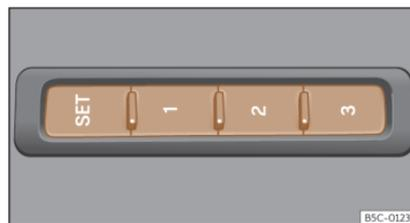

Fig. 101 Sul lato esterno del sedile del conducente: tasti di memoria.
- Premere il tasto **SET** per più di 1 secondo »»» **fig. 101**.